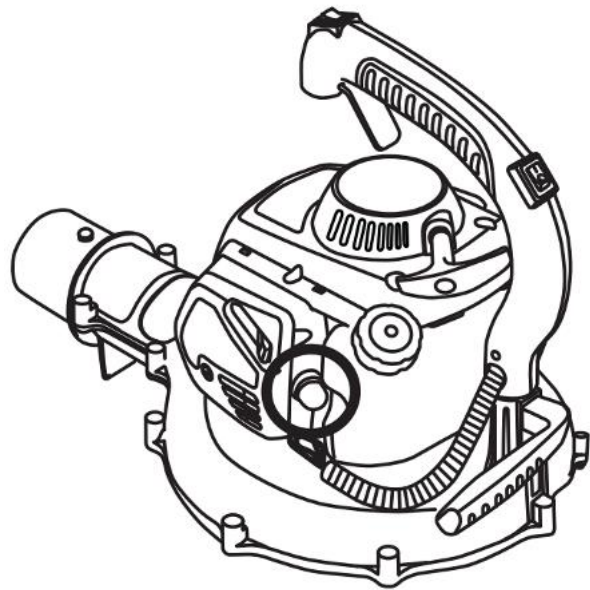

Abb. 5
2. Drücken Sie mehrmals die Kraftstoffpumpe, bis sie mit Kraftstoff gefüllt ist. (Abb. 5)